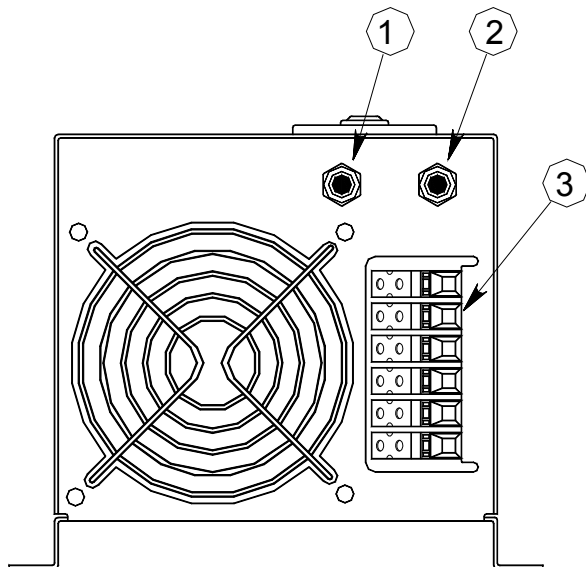

Рисунок 5 – Правая панель ИБП моделей АТС 4000 W, АТС 6000 W
- подключить подводящие сетевые проводники и проводники нагрузки к клеммным колодкам входа и выхода переменного тока ИБП (поз. 3, рисунок 5) в строгом соответствии с маркировкой, нанесенной на корпусе изделия, причем подключение следует производить обязательно по трехпроводной схеме: ”фаза” (L) – “нейтраль” (N) – “защитное заземление” (⊕);
- подключить соединительные проводники АБ к плюсовой (поз. 3, рисунок 5) и минусовой (поз. 2, рисунок 5) клеммам на левой панели ИБП;
- установить на клеммы для подключения АБ (поз. 2 и 3, рисунок 5) защитные кожухи из комплекта поставки и закрепить их с помощью самонарезающих винтов М3х8 DIN 7981 С, также входящих в комплект поставки.